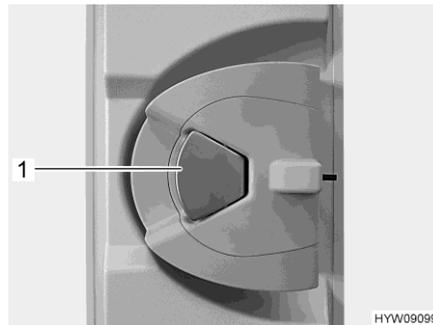

Fig. 30 Serratura della porta (porta di ingresso, lato interno)
Apertura: ■ Quando la serratura della porta è bloccata: Tirare una volta la maniglia della porta (Fig. 30,1). La porta è sbloccata.
■ Tirare la maniglia della porta (Fig. 30,1). La porta è aperta.
Bloccaggio: ■ Premere la maniglia della porta (Fig. 30,1).